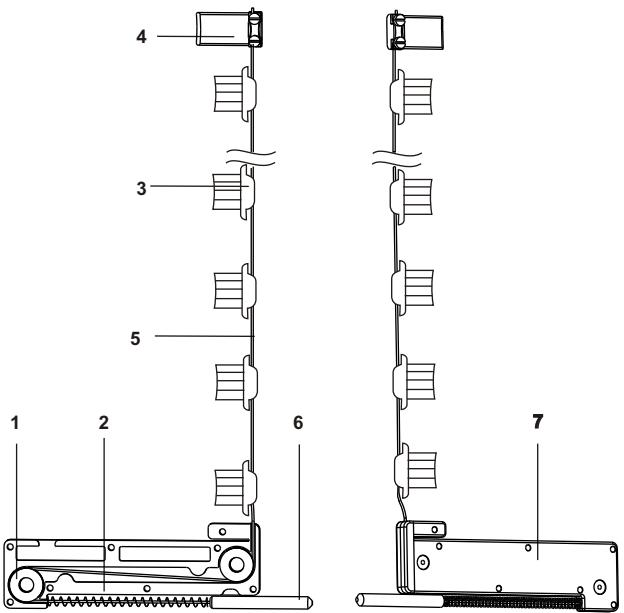
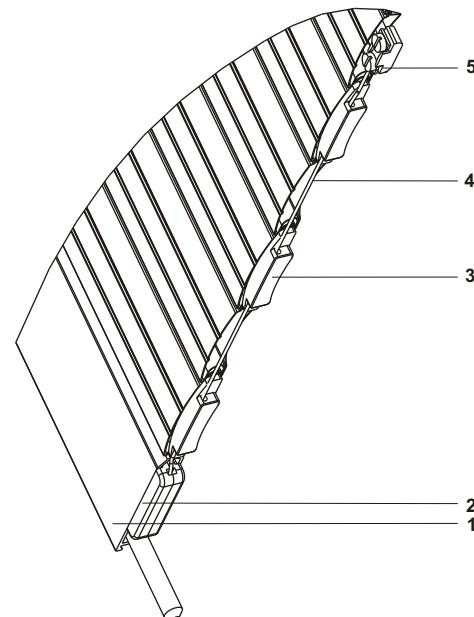

Рисунок 1.
Рисунок 2.
1. Роллетье полотно находится в крайнем нижнем положении «закрыто»: ламели полностью сомкнуты, тяговый трос (5, рис.1) натянут. При этом ось (6, рис.1) фиксирующего механизма (2, рис.2) находится в отверстии направляющей шины, фиксируя полотно в положении «закрыто».
2. Роллетье полотно поднимается с помощью привода. При первых оборотах вала концевая ламель остается в неподвижном состоянии, в то время как иные ламели начинают последовательно перемещаться вверх, образовывая конструктивный зазор между собой. Полотно «растягивается». Тяговый трос (5, рис.1), закрепленный к промежуточной ламели, вытягивает фиксирующую ось (6, рис.1) из отверстия. Полотно разблокировано.
Роллетье полотно опускается с помощью привода: концевая ламель достигает крайнего нижнего положения. При этом конструктивный зазор между ламелями выбирается. Полотно «смыкается». Натяжение троса (5, рис.1) ослабевает, и под действием пружины (2, рис.1) фиксирующего механизма ось (6, рис.1) выталкивается в отверстие в направляющей шине. Полотно заблокировано.
1. Установить фиксирующий механизм (2, рис.2) в концевую ламель.
2. Определить промежуточную ламель для установки клина (4, рис.1) с фиксирующей пластиной. Порядковый номер ламели для крепления клина определяется в зависимости от типа профиля. Отсчет осуществляется от концевой ламели, при этом концевая ламель не учитывается.
4. Установить боковые замки с отверстиями для троса (3, рис.1), начиная от ламели, следующей за концевой, до ламели, на которой закреплен клин с фиксирующей пластиной (4, рис.1).
7. Протянуть трос (5, рис.1) через отверстия боковых замков (3, рис.1), завести его под фиксирующую пластину (4, рис.1), натянуть трос и затянуть винты крепления (4, рис.1).
8. Проверить работоспособность замка, растянув полотно. Фиксирующая ось (6, рис.1) замка должна сместься и занять положение, примерно, заподлицо с пластиковым корпусом фиксирующего механизма (2, рис.2). При необходимости, обрезать лишнюю часть троса.